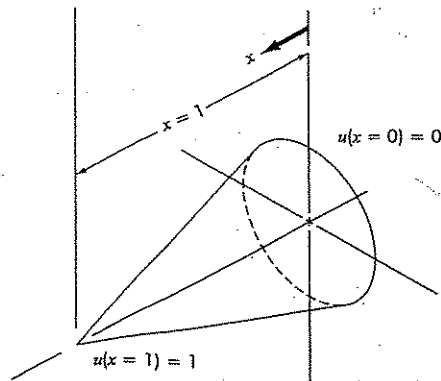

FIGURA P24.10
24.10 A distribuição de temperaturas em uma aleta de refrigeração cônica (Figura P24.10) é descrita pela equação diferencial seguinte, que foi adimensionalizada: